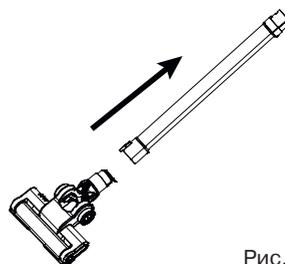

Рис.3
- Вставьте удлинительную трубку (5) в воздухозаборное отверстие пылесоса до щелчка фиксатора (4).
- Выберите необходимую насадку: моторизированную турбо-щётку (7), щелевую насадку (18) и подсоедините её к удлинительной трубке (5) (рис. 3).